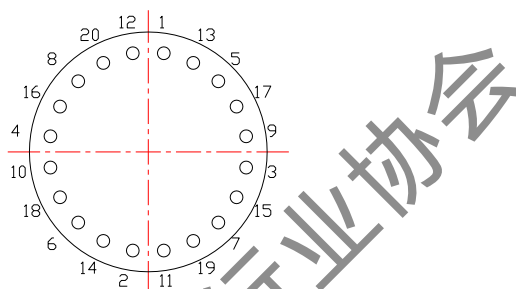

图9 螺栓紧固顺序示意图
6.4.2.2 螺栓紧固顺序应采用“对称紧固法”，螺栓紧固顺序示意图见图 9。